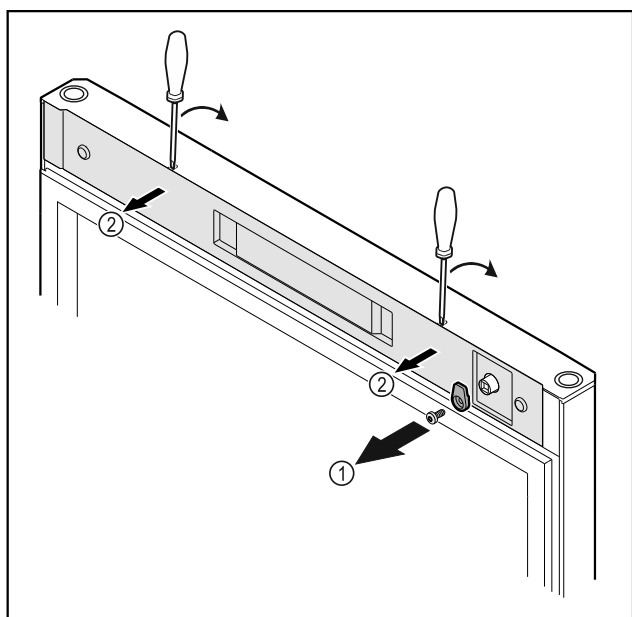

Fig. 22
- Svitare i ganci di chiusura Fig. 22 (1).
- Disinnestare la copertura Fig. 22 (2) con l'ausilio di un piccolo cacciavite e rimuoverla.